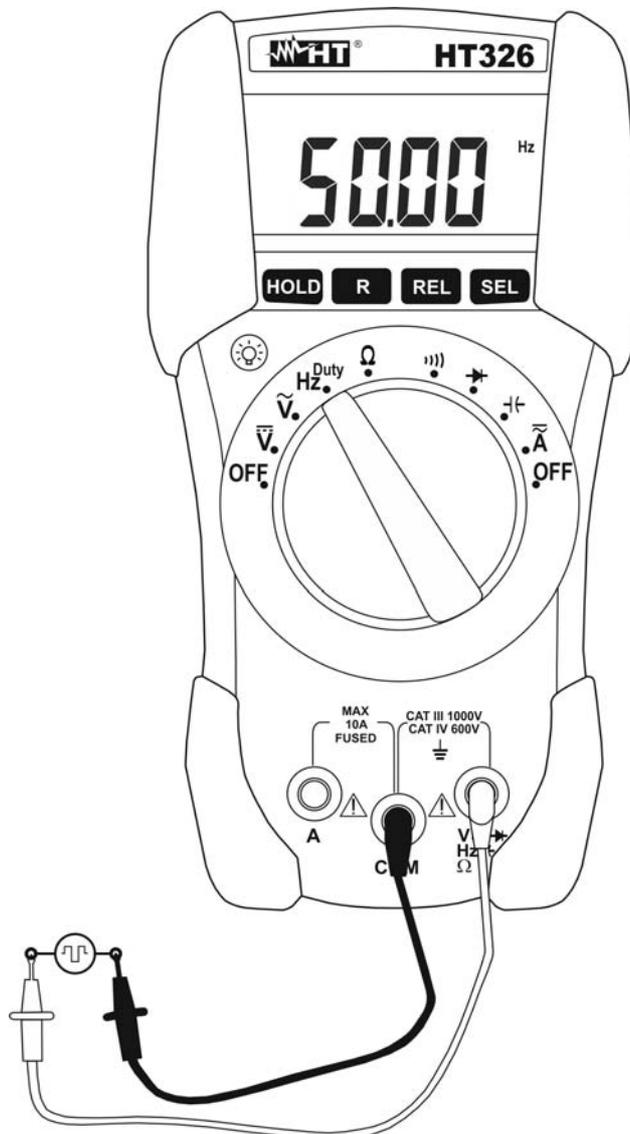

Fig. 9: Uso dello strumento per misura di Frequenza/Duty Cycle
3. Posizionare i puntali nei punti desiderati del circuito in esame (vedere Fig. 9). Il valore della frequenza è visualizzato a display
5. Posizionare i puntali nei punti desiderati del circuito in esame (vedere Fig. 9). Il valore percentuale del duty cycle (ciclo di lavoro) è visualizzato a display